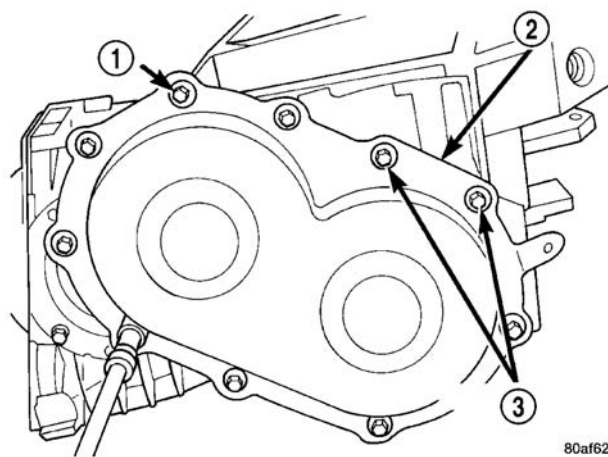

图 124 安装后盖螺栓
(37) 安装动力传输轴齿轮盖与壳体连接螺栓并拧紧至 $20\text{N} \cdot \text{m}$ (175in. lbs.) 扭矩 (图 124)。